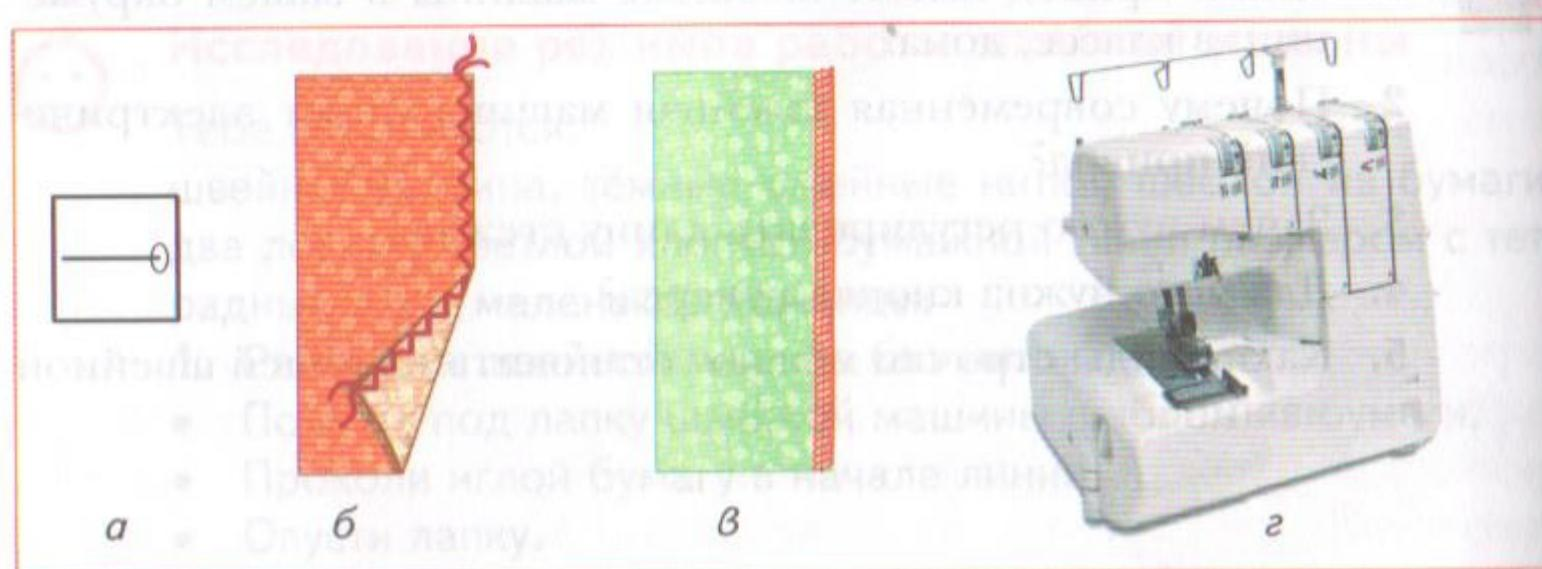

Рис. 103 Обмётывание среза: а — условное обозначение; б — зигзагообразная строчка; в — оверлонная строчка; г — краеобмёточная машина (оверлок)
- 3) проложить строчку зигзагообразных стежков по срезу детали (рис. 103, б).
Лучше всего обмётывает срезы специальная *краеобмёточная машина — оверлок* (рис. 103, г). Она не только проложит красивую строчку (рис. 103, в), но и обрежет излишки ткани.